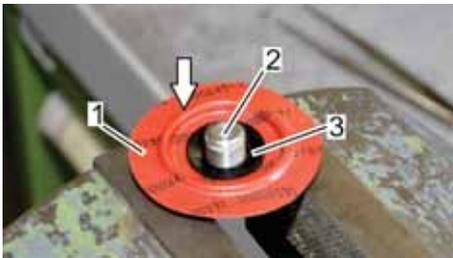

Abb. 70: Sickenformmembran auflegen
8. Die Sickenformmembran (Abb. 70/1) mit Einknüpfdichtung (Abb. 70/3) mit der Sicke (Abb. 70/Pfeil) nach oben auf die Membranhalterung (Abb. 70/2) zentrisch auflegen.